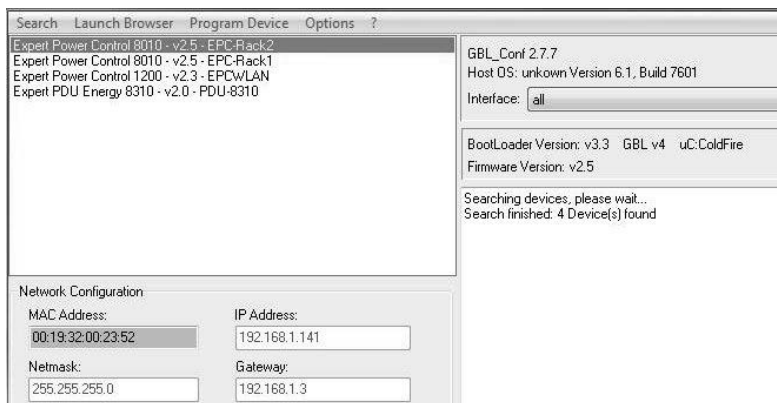

Fig. 2. Todos los dispositivos encontrados en el programa de configuración GBL_Conf.
- 1 Abra GBL_Conf. Entonces, todos los dispositivos encontrados en la red aparecen en la ventana izquierda, tal como se muestra en la Fig. 2.